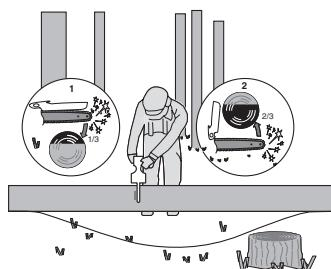

Bild 4
När stocken stöttas i båda ändarna, så som visas på bild 4, sågas 1/3 diameter från ovansidan (kapning från ovansidan) (1). Gör sen den avslutande kapningen genom kapning från undersidan, från de undre 2/3 (2), för att möta den första sågningen.